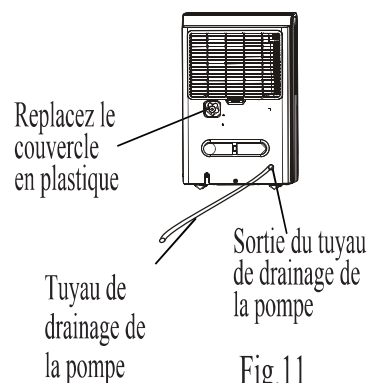

Fig.11
- Retirez le tuyau de drainage continu de l'appareil et replacez le couvercle en plastique sur la sortie du tuyau de drainage continu en le tournant dans le sens des aiguilles d'une montre (voir fig. 11).
- Insérez le tuyau de drainage de la pompe dans la sortie du tuyau de drainage de la pompe à une profondeur minimale de 15mm (voir fig. 11), puis raccordez le tuyau au siphon de sol ou à un équipement de drainage approprié. Appuyez sur la touche PUMP sur l'appareil pour activer la pompe. Lorsque le réservoir est plein, la pompe commence à fonctionner. NOTE: la pompe peut faire beaucoup de bruit au cours de ses 3 à 5 premières minutes de fonctionnement. Ce phénomène est normal.